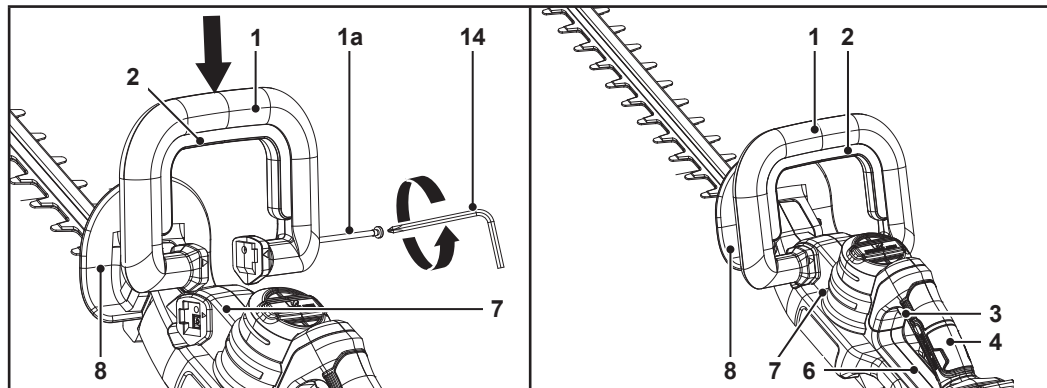

Fig. 1
1. Utilice la llave hexagonal/el destornillador de estrella (14) para retirar el perno largo (1a) de la empuñadura delantera (1) (Fig. 1).
2. Coloque la empuñadura delantera (1) de modo que las flechas de los extremos apunten hacia las entradas de la carcasa (7) (Fig. 1).
3. Deslice la empuñadura delantera (1) por las entradas de la carcasa (7) hasta que quede bloqueada en su sitio (Fig. 1).
4. Fije la empuñadura delantera (1) con el perno largo (1a) y la llave hexagonal/destornillador de estrella (14) (Fig. 1).
Protección de seguridad delantera (8), protección trasera (6): Estos elementos protegen las manos contra las partes afiladas de las ramas recortadas que puedan salir disparadas o rebotar (Fig. 1).